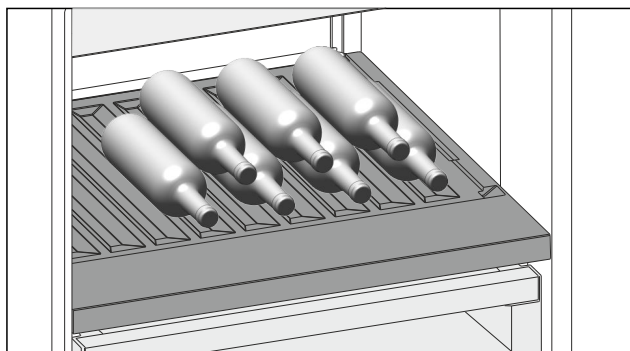

Fig. 185 Shembull ilustrues
- Shtirni shisjet me fundin të drejtuar në faqen e pasme të frigoriferit. (shihni Fig. 185)